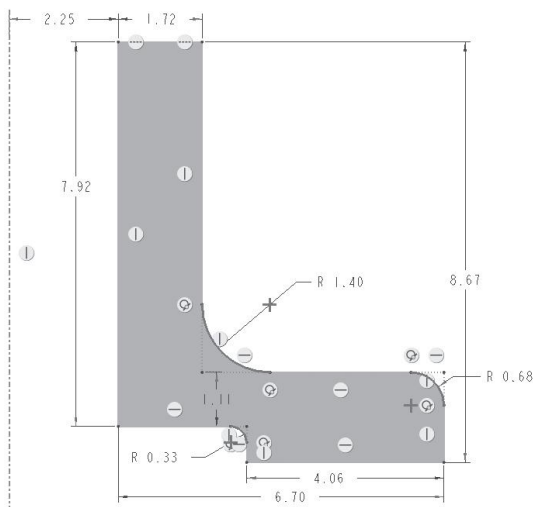

图 2-1-5 绘制圆角结构
- (1) 在草绘器中，单击“圆角”按钮，执行“圆角”命令。
- (2) 系统提示“选取两个图元”时，分别在两个图元上单击，单击两个图元的位置点 1、点 2，系统自动创建圆角。
- (3) 系统再次提示“选取两个图元”时，继续选取两个图元，创建另一个圆角。直至单击鼠标中键，结束命令。
- (4) 参照法兰盘的圆角轮廓创建圆角结构，如图 2-1-5 所示。